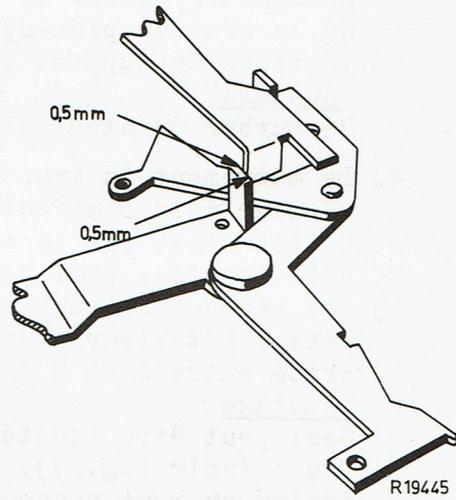

Fig.8b
2. Lorsque le bouton de démarrage se trouve en position "STOP" et le bras de pick-up et allé vers l'extérieur la languette inversée de la plaque de levage 137 doit se heurter au moins 0,5 mm du bord contre la languette inversée de la plaque de commutation 101 lorsque le bras de pick-up retourne vers l'extérieur (voir la fig. 8b).